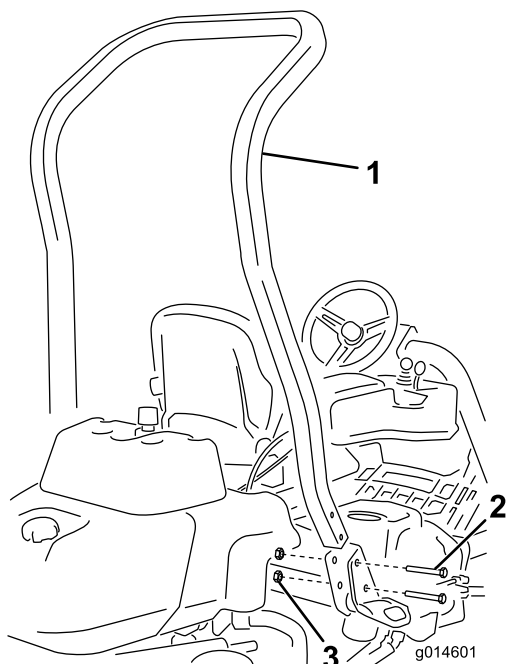

Figura 3
3. Instale la barra antivuelco en los alojamientos laterales de la máquina usando 4 pernos ( $\frac{1}{2}$ " x  $\frac{3}{4}$ " ) y cuatro tuercas con arandela prensada ( $\frac{1}{2}$ " ) (Figura 3)..